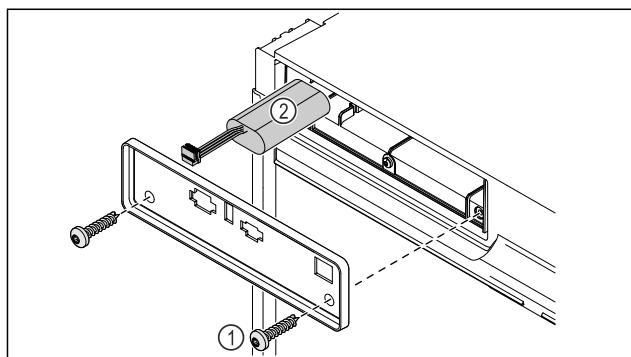

Fig. 195
- Dévisser les vis et retirer le cache situé à l'arrière de l'appareil Fig. 195 (1).
- Débrancher et retirer la batterie Fig. 195 (2).